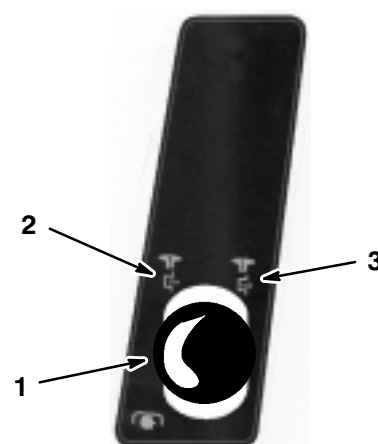

Figure 9
4. Vérifier que la PdF est débrayée (Fig. 9).